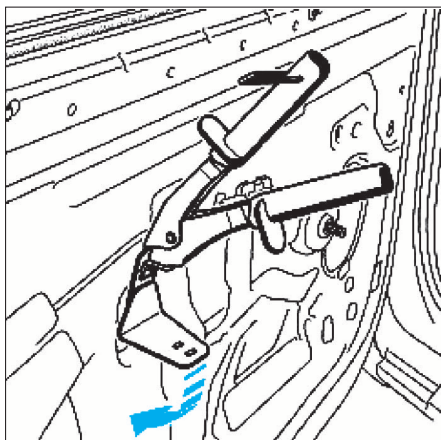

FIG. 66
- Déclipser le support de la poignée intérieure (si le véhicule en est équipé) à l'aide d'une pince à dégrafer (Fig.66).